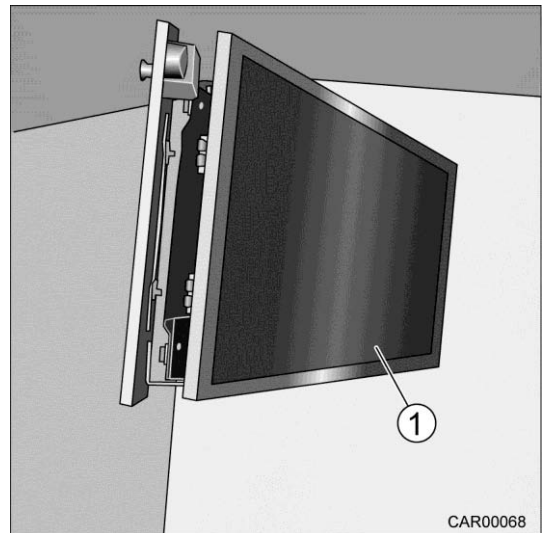

Fig. 151 Système coulissant de l'écran TV dans la chambre
3. Tirer le système coulissant de l'écran TV (Fig. 151/1) en dehors.